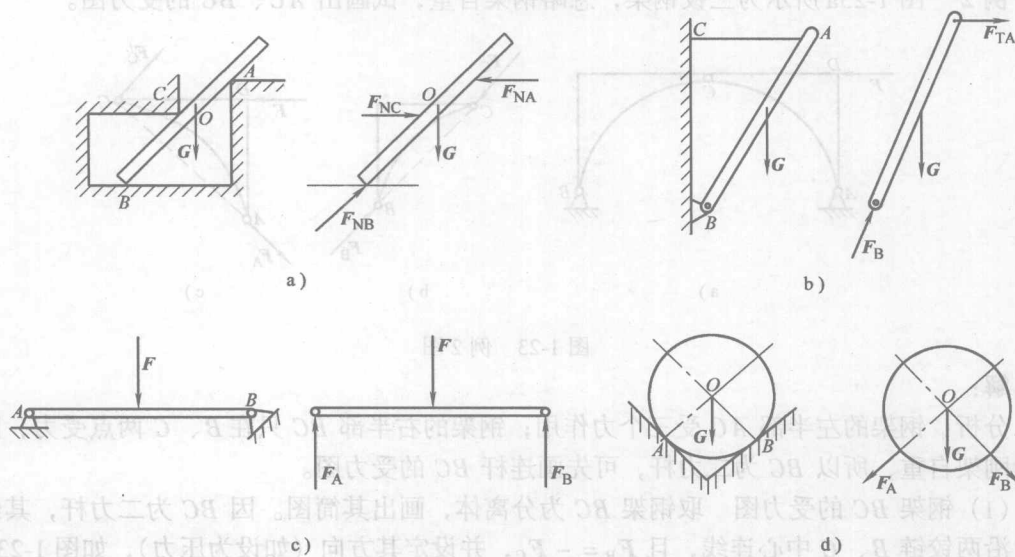

图 1-25 2 题图
- 画物体受力图的一般步骤为：(1) _____；(2) _____；(3) _____。
- 指出并改正图 1-25 中所示各物体受力图的错误。